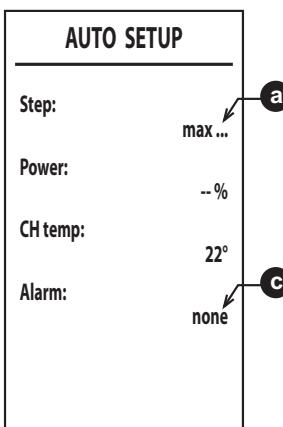

fig. 38
6. Dopo l'accensione, il bruciatore si posiziona in riscaldamento alle varie potenze (max, med, min) indicate dal punto **a** (fig. 38). Qualora lo smaltimento termico dell'impianto non fosse sufficiente a far terminare la procedura, si può attivare, **solamente dopo che il bruciatore si è acceso**, una richiesta di Sanitario.
8. Qualora la sequenza di accensione descritta al punto **“6”** non sia andata a buon fine, compare la scritta **max_err** al punto **a** e un codice di errore al punto **c** (fig. 38).